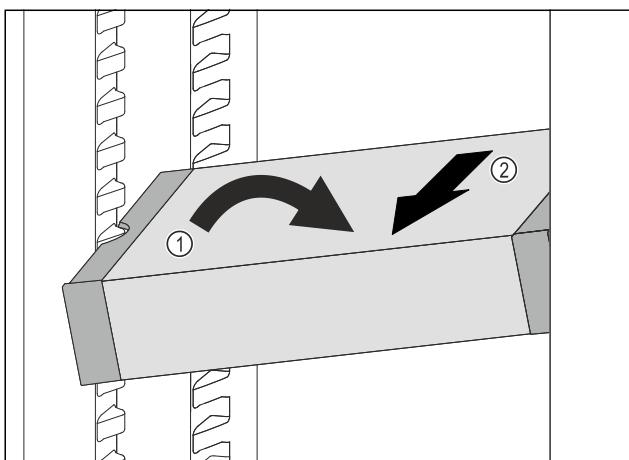

Fig. 111
- Расположите VarioSafe в холодильном отделении под наклоном. Fig. 111 (1)
- Извлеките VarioSafe движением вперед. Fig. 111 (2)